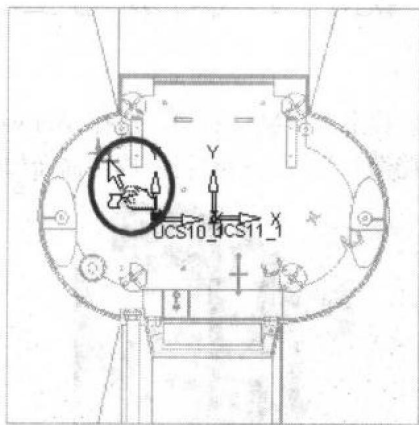

图 1-1
- (1) 从 \\Tutorial\\Workfiles\\D2S 文件夹中接收 Guard.dtf 文件。
- (2) 从工具栏中选择 Electrode Set-Up（电极设定）的图标 .
- (3) 选择 Open File（打开文件）的图标 ，从资料树中选择 Guard.dtf 文件并确定。
- (4) 从屏幕右边的电极向导工具栏中选择 Extract Electrode（获取电极）的图标 ，新建一个放电区域。
- (5) 选择如图 1-1 所示的区域。